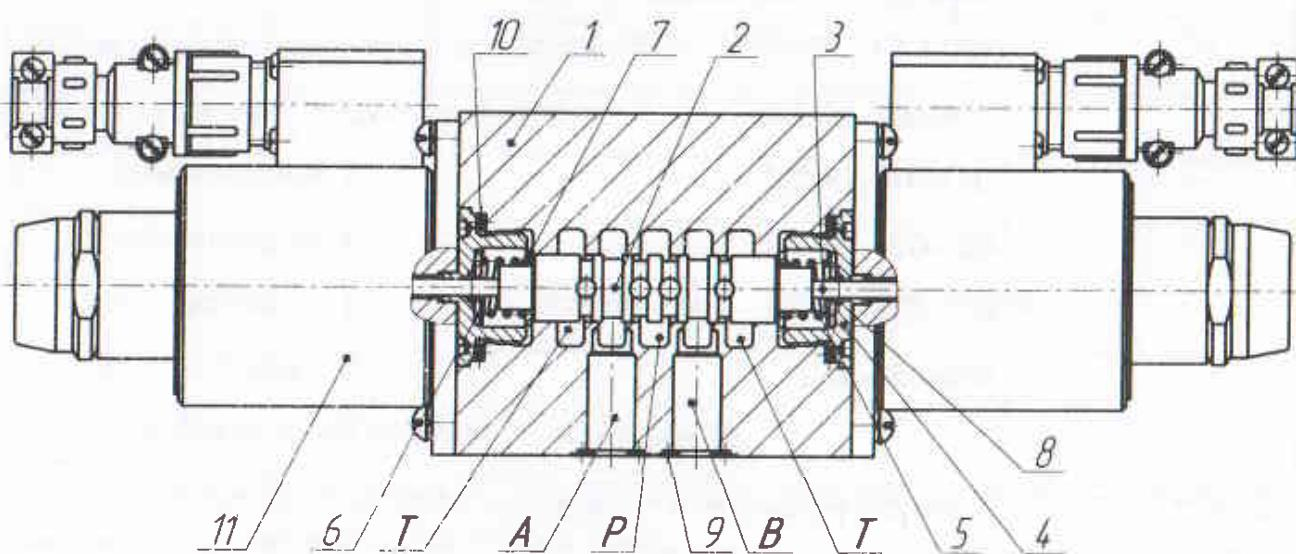

Рисунок 5.1. Конструкция гидрораспределителя
4.2 Гидрораспределитель РЕ 10.3-* (рис. 5.1) обеспечивает подачу, изменение направления и разгрузку гидросистемы и состоит из корпуса (1), золотника (2), толкателей (3). Органом управления является герметичный электромагнит, работающий в воздушной среде. Гидрораспределитель РЕ 10.3-64 *имеет два электромагнита (14). При подаче напряжения на электромагнит происходит перемещение его якоря, который воздействует через толкатели на золотник, перемещая его из исходной позиции в рабочую. После снятия управ-